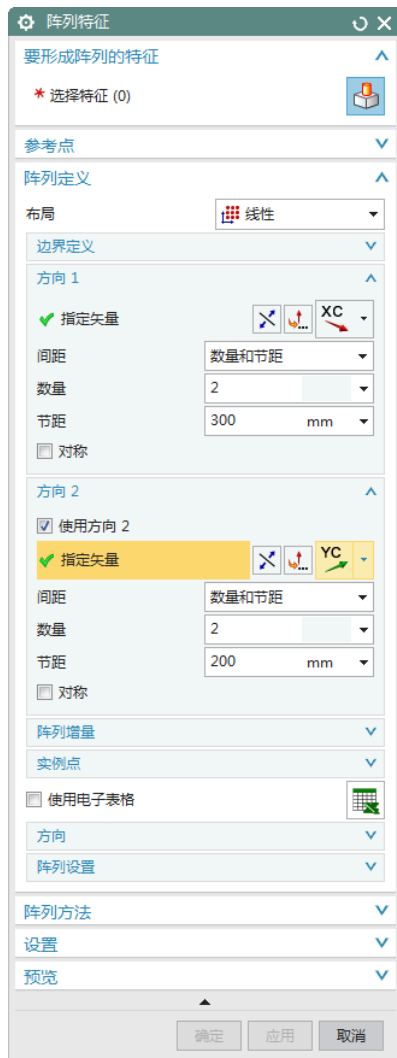

图 11-187 “阵列特征”对话框
(1) 选择“菜单(M)”→“插入(S)”→“关联复制(A)”→“阵列特征(A)”，或者单击“主页”选项卡“特征”面组上的“阵列特征”按钮 ，打开如图 11-187 所示的“阵列特征”对话框。